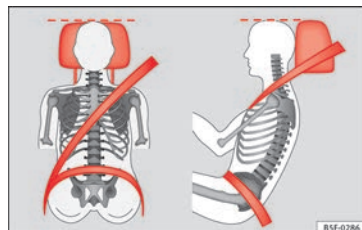

Fig. 76 Apoyacabezas ajustado correctamente visto de frente y lateralmente.
– Ajuste el apoyacabezas de modo que el borde superior quede, en la medida de lo posible, a la altura de la parte superior de la cabeza, como mínimo a la altura de los ojos » » » **fig. 76.**